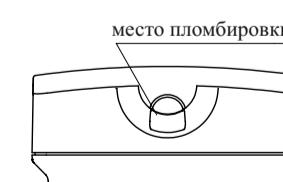

Рисунок 3
6.13 Конструкция УДП предусматривает возможность его пломбирования (Рисунок 3) любым пластичным, легко разрушаемым материалом.